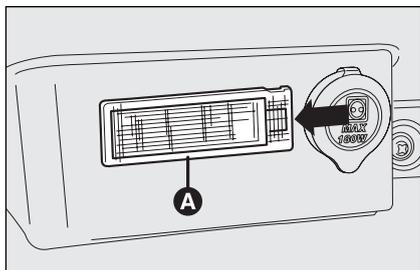

fig. 52
- enlever le plafonnier **A**-fig. 52 en faisant levier dans le point indiqué par la flèche.
- remonter le plafonnier **A**-fig. 52 en l'introduisant dans sa position correcte d'abord d'un côté puis en appuyant sur l'autre jusqu'à percevoir le déclic de blocage.